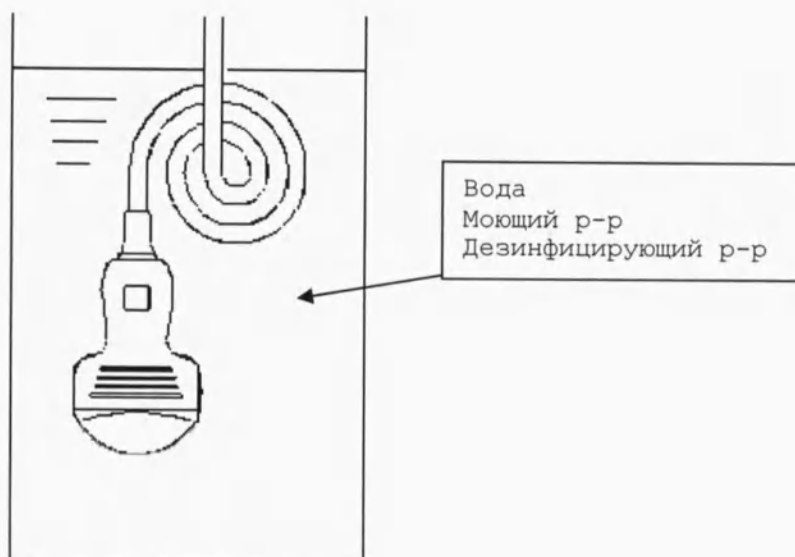

Рис.3
- 2) Погрузите датчик в воду или энзиматический моющий раствор (см. Список поставщиков дополнений и средств для обработки датчика, см Рис.3). Следуйте инструкциям производителя по применению, разведению и времени замачивания в моющем растворе.
- 2) Погрузите датчик в дезинфицирующий раствор на соответствующее время (см. Рис.3)